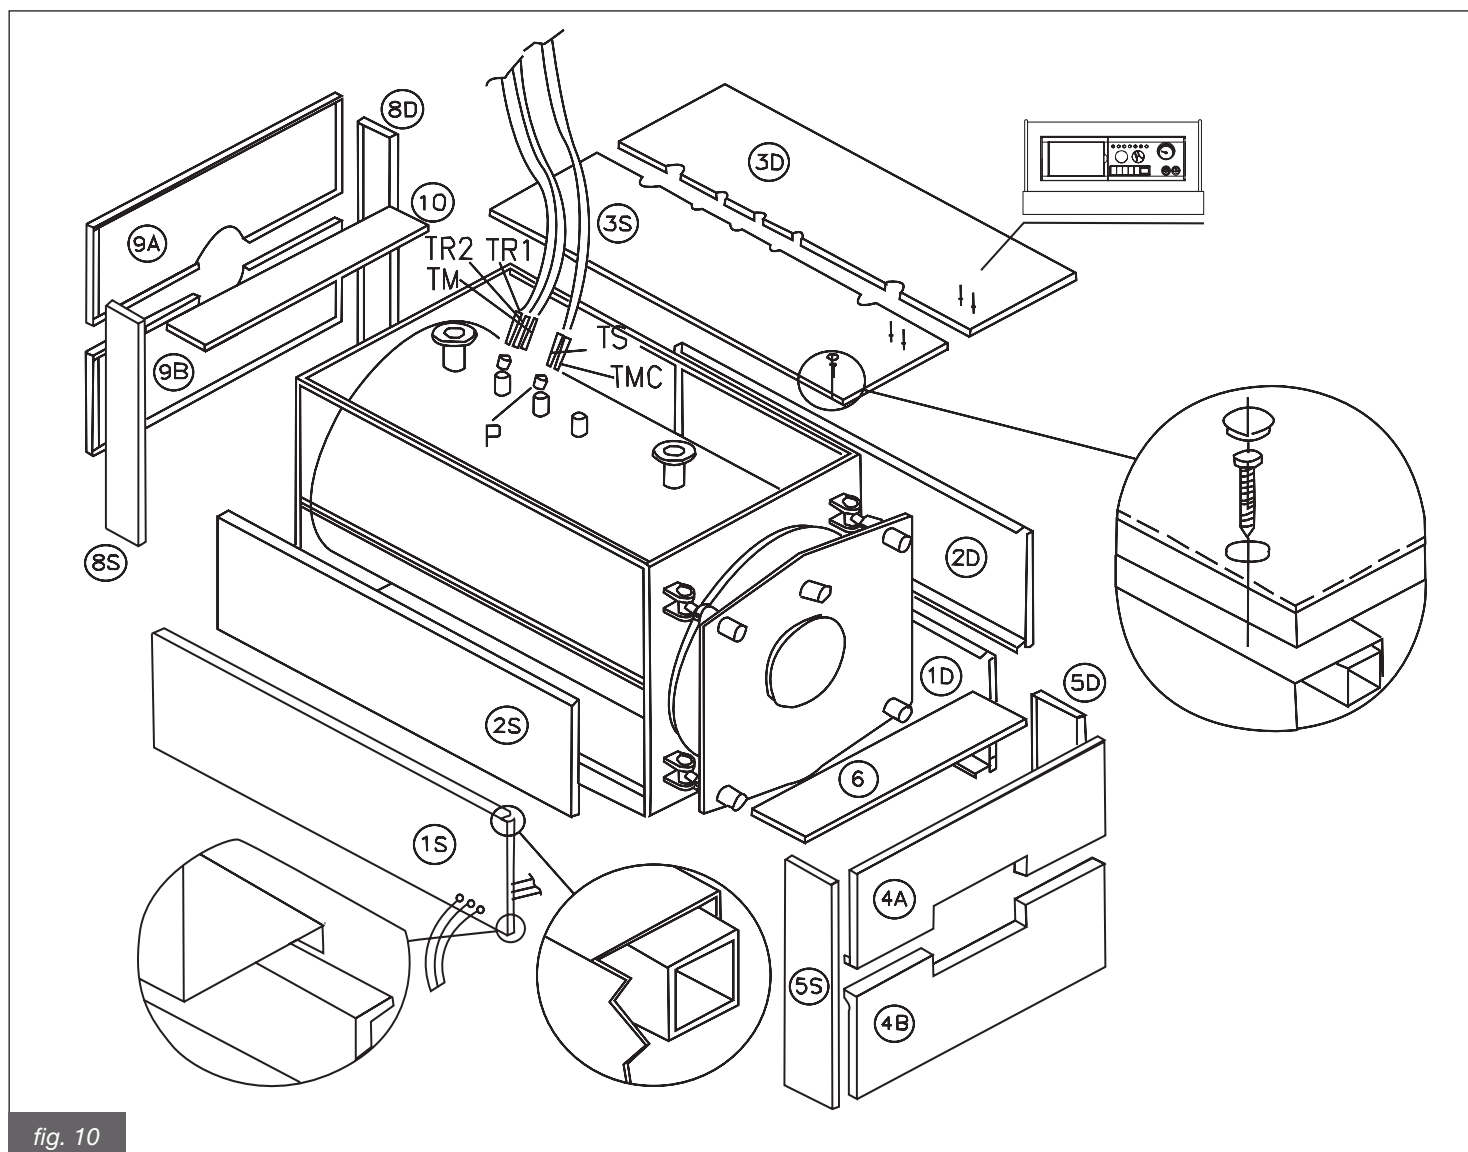

fig. 10
4.2. Rivestimenti caldaia con mantellatura a pannelli RODI DUAL - RODI DUAL HR 500 - 1300 (Fig. 10)
- d) Montare il pannello superiore (3S) sulla caldaia; posizionare il quadro comando sul pannello (3S); svolgere i capillari del termometro e dei termostati e inserire i bulbi nei pozzetti (P).